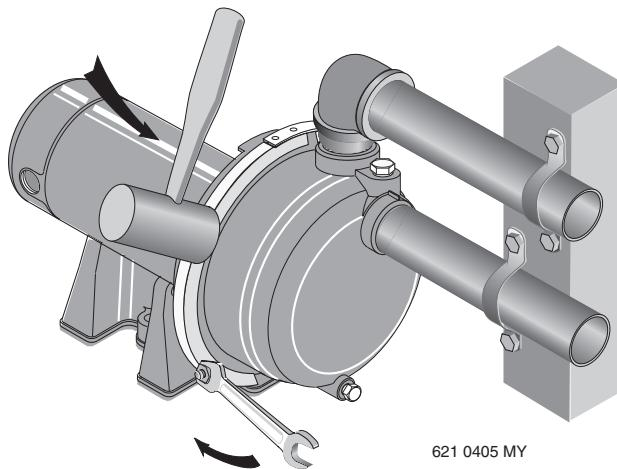

Figura 28 – Golpetear la abrazadera al ajustarla
3. **VERIFIQUE** que el interior de la abrazadera esté limpio. Coloque la abrazadera en las mitades de la bomba; ajústelas. Alternadamente, apriete la tuerca y golpetee la abrazadera con un mazo para asentar el aro tórico (consulte la Figura 28).